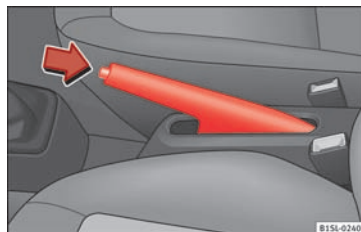

Fig. 80 Mellem forsæderne: håndbremse
- Træk håndbremsearmen en smule opad, og tryk på låseknappen » Fig. 80 (pil).